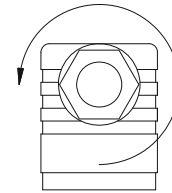

Abb. 9
- ↪ Lösen Sie die Kabelverschraubung ⑤ M16x1,5 (⇒ Abb. 9).